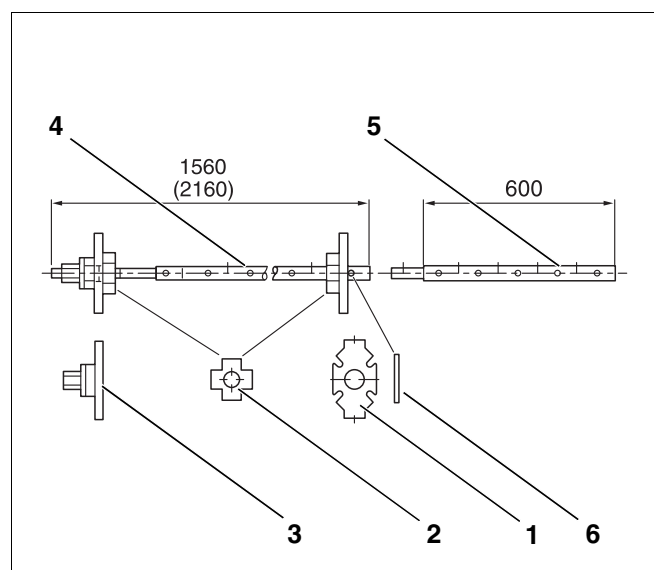
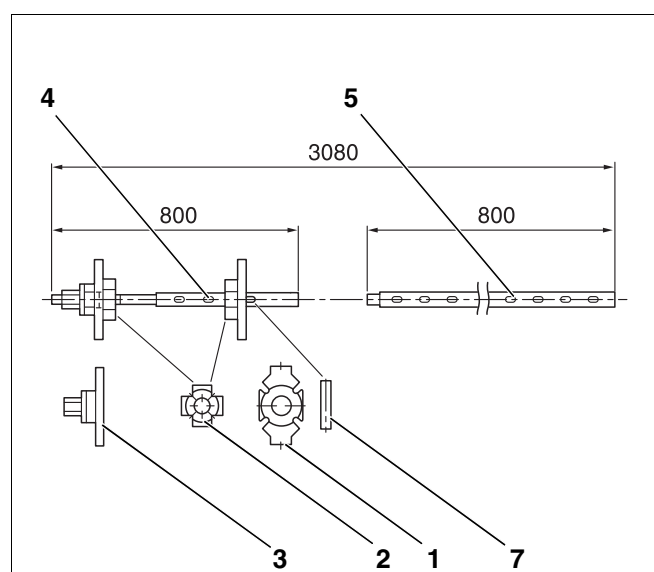
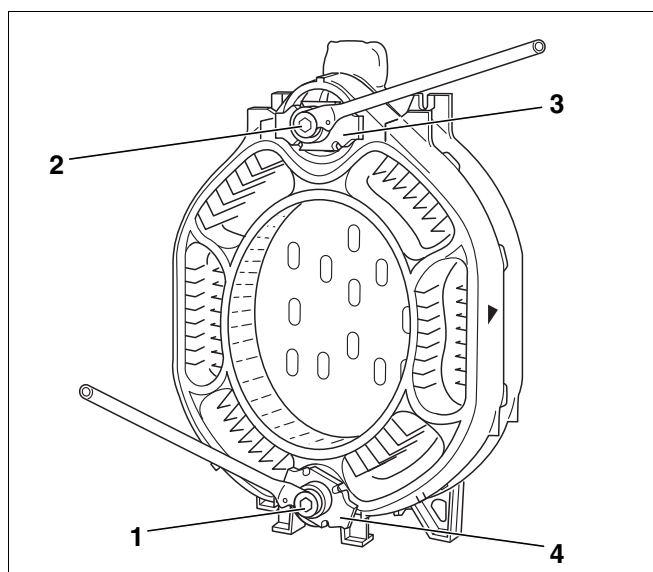

Fig. 1 Strettoi di montaggio dimensioni 2.2
Fig. 2 Strettoi di montaggio dimensioni 2.3
Fig. 14 Utilizzo degli strettoi di montaggio
- Strettoi di montaggio 2.2 (fig. 1) o 2.3 (fig. 2)
Legenda per (fig. 1) e (fig. 2):
A seguire è necessario mettere in trazione il blocco parziale di caldaia con gli strettoi di montaggio (fig. 14).
Possono essere utilizzati esclusivamente strettoi di montaggio 2.2 o 2.3 (fig. 1 o fig. 2 e fig. 14, [1] e [2]).
- ▶ Avvitare le unità prementi (fig. 14, [3] e [4]) sui tiranti (fig. 1 o fig. 2, [4]).